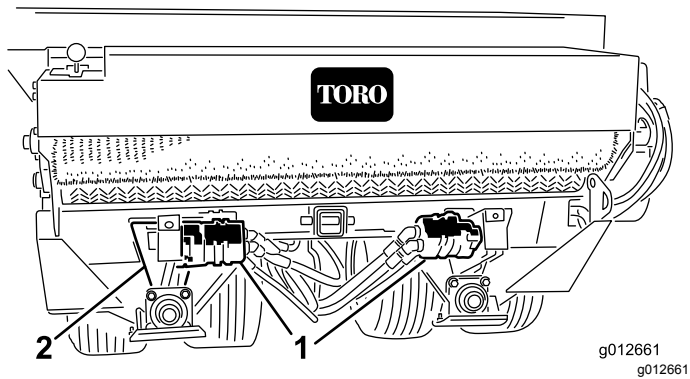

Figure 17
2. Desserrez les boulons de carrosserie et les écrous qui fixent le moteur hydraulique/la pompe au berceau de pont (Figure 17).
3. Faites tourner le pignon de moteur (Figure 17) jusqu'à ce que la chaîne d'entraînement de la roue présente une flèche de 3,2 mm.